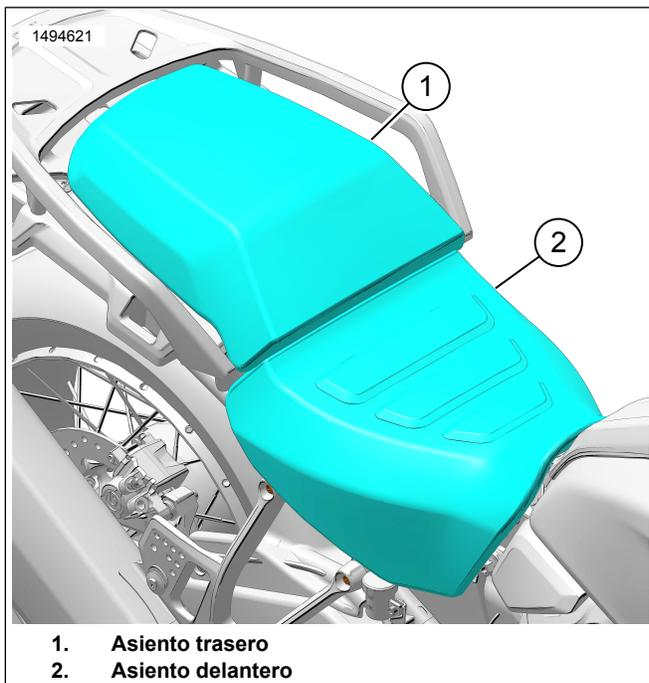

Figura 2. Asiento
1. Vea la Figura 2. Retire el asiento trasero (1) y el asiento (2). Vea el manual de servicio.
1. Vea la Figura 2. Instale el asiento (2) y el asiento trasero (1). Después de instalarlo, tire del asiento hacia arriba para comprobar que esté bien sujeto. Vea el manual de servicio.